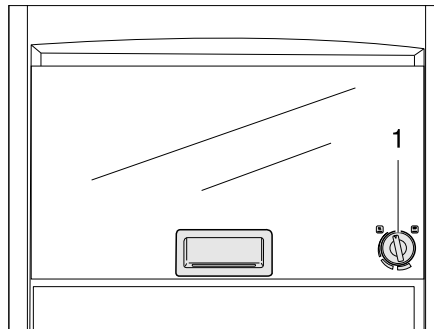

Fig. 325 Forno a gas (Dometic)
- Premere leggermente il pomello girevole (Fig. 325,1) e ruotarlo verso sinistra in una posizione a piacere.
- Ruotare il pomello girevole (Fig. 325,1) su "O". La fiamma si spegne.